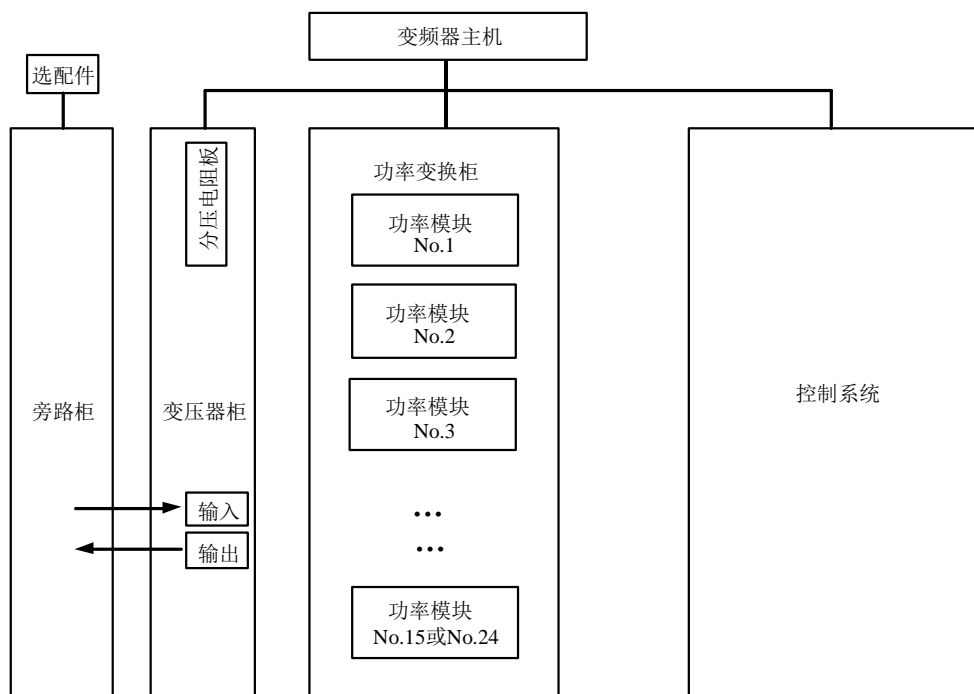

图1-7 变频器组成示意框图
4. 控制柜内有控制配电、控制电源、I/O 转接板、用户接口端子等。控制柜门板上提供操作按钮、指示灯以及人机界面。变频器的组成示意框图如图 1-7 所示。